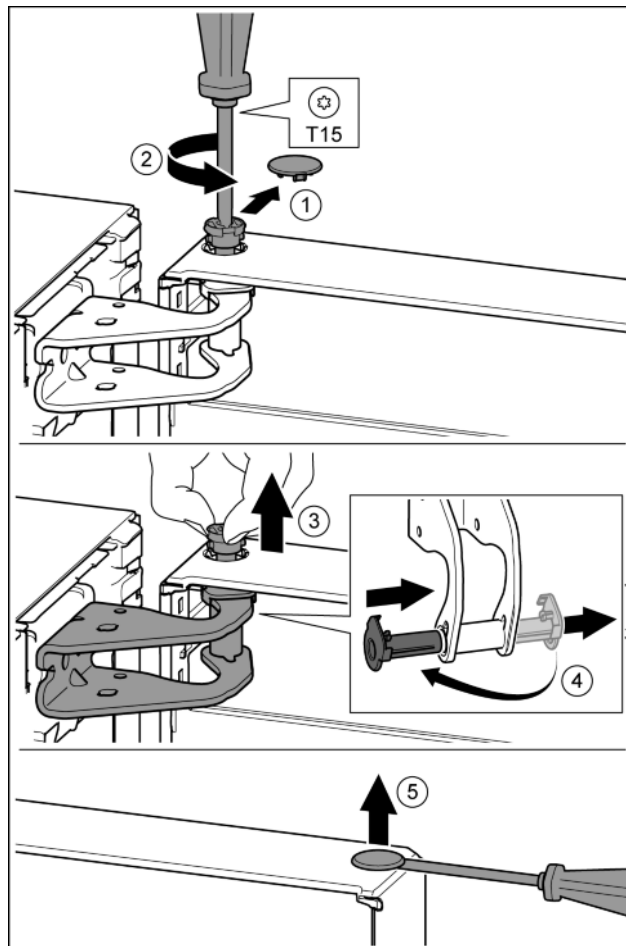

Fig. 12
- Осторожно снять предохранительную крышку. *Fig. 12 (1)*
- Немного выкрутить палец отверткой T15. *Fig. 12 (2)*
- Удерживать дверь и вытянуть палец рукой. *Fig. 12 (3)*
- Опорную втулку вывести из направляющей. Установить и зафиксировать с другой стороны. *Fig. 12 (4)*